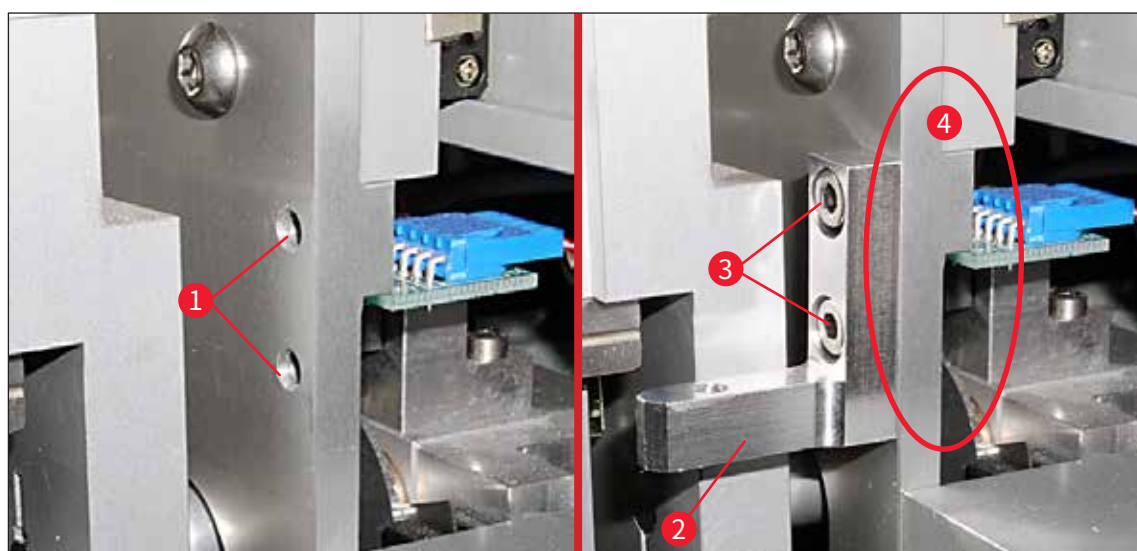

图 21
2. 首先, 用两个螺丝 (→ 图 21-3) 将安装托架 (→ 图 21-2) 固定在机箱壁 (→ 图 21-4) 的孔 (→ 图 21-1) 中。确保安装托架和机箱壁的边缘平行 (椭圆框, (→ 图 21))。
2. 如果样本载玻片的边缘触碰到刷架盖, 可松开机箱壁上的螺丝 (→ 图 21-3) 进行微调 (→ 图 21)。为此, 要利用孔中的间隙。